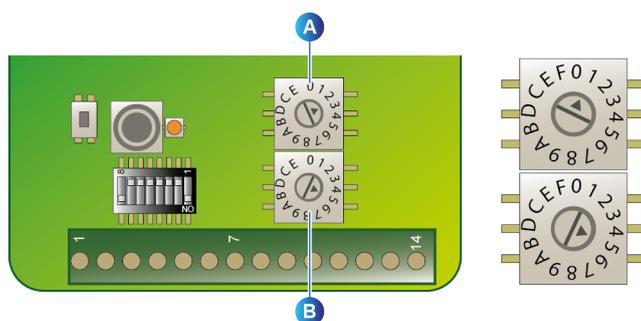

Figure 50 : adressage de la carte radio.
1. Vérifier la configuration des adresses (commutateurs rotatifs, des cartes radio des *OLCT80* (Figure 50, rep. A et B) et du récepteur *Maître* (Figure 52, rep. D).